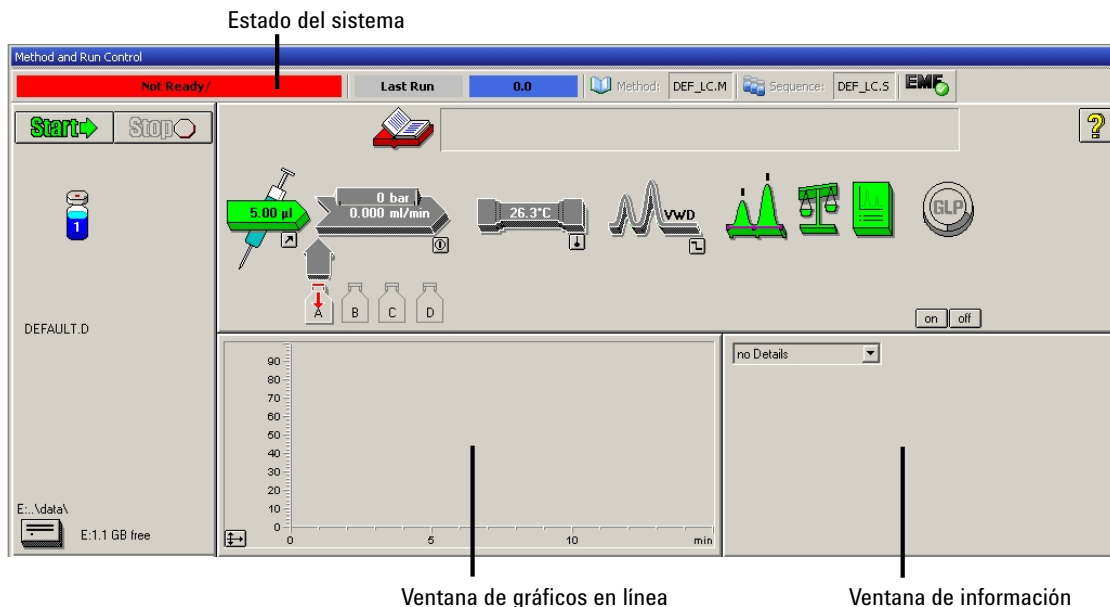

Figura 36 Pantalla inicial de la ChemStation de Agilent (**Method and Run Control**)
- 3 Inicie el software de la ChemStation de Agilent. Si la bomba, el inyector automático, el compartimento termostatzado de columna y el detector se encuentran, la pantalla de la ChemStation de Agilent debería tener la apariencia que se muestra en Figura 36 en la página 92. El estado del sistema está en rojo (**Not Ready**).